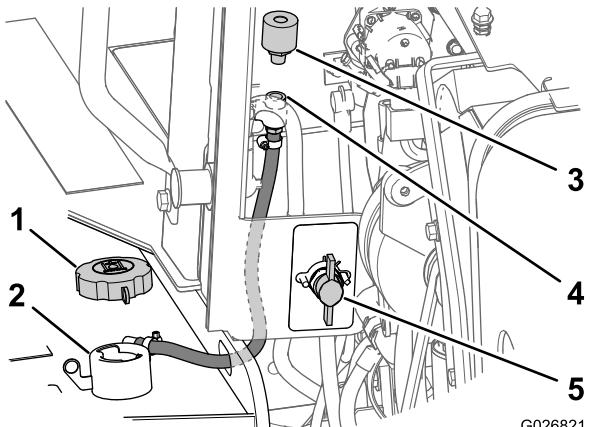

Figura 107
2. Gire o interruptor de desconexão da bateria para a posição Off (Figura 107).
3. Retire a tampa do tubo de enchimento do tubo de enchimento do tanque (Figura 107).
4. Na parte frontal do painel do compartimento do motor, remova o respiro da conexão do tubo girando o respiro no sentido anti-horário (Figura 107).
5. Instale um novo respiro na conexão do tubo, apertando-o manualmente (Figura 107).